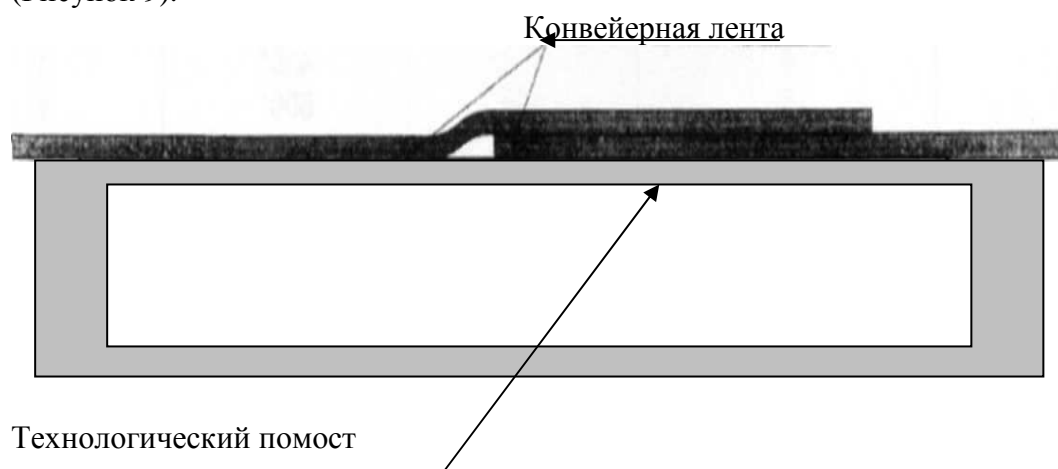

Рисунок 9 – Укладка и разметка ленты
5.6.3 Надежно закрепить ленту струбцинами к технологическому помосту (Рисунок 9).